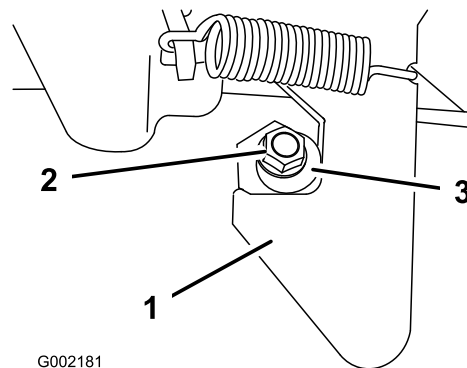

Figura 57
1. Afloje la contratuerca del extremo del tope del enganche (Figura 57).
2. Gire el tope del enganche en sentido horario hasta que quede apretado contra el enganche (Figura 57).